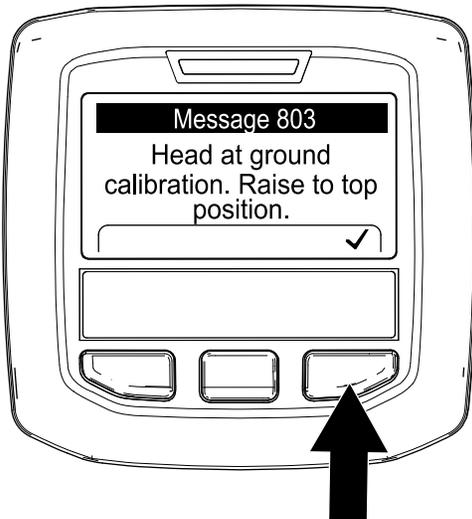

Figure 117
- Les louchets commencent à s'enfoncer dans le sol – appuyez sur le bouton droit de l'InfoCenter (Figure 117) et exécutez l'application Teach Ground Height (apprentissage de la hauteur par rapport au sol) ; voir Exécution de l'application d'apprentissage de la hauteur par rapport au sol (page 35).